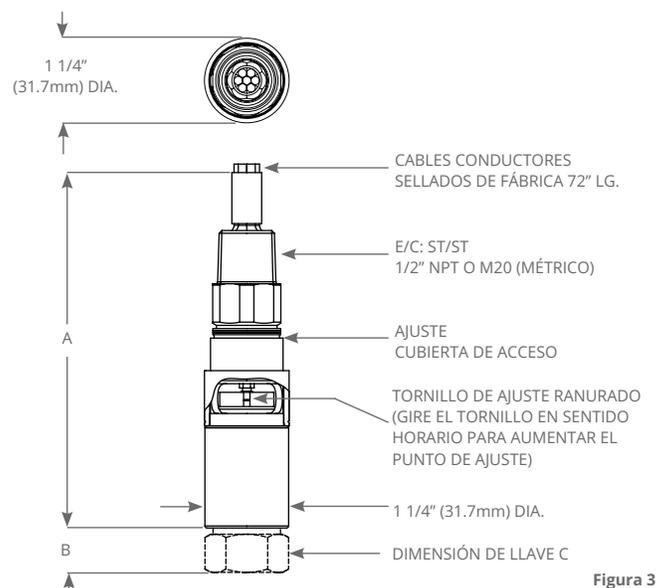

Figura 3
- 4 Inserte el destornillador en la ranura de ajuste y gírelo en sentido horario para aumentar el ajuste o en sentido antihorario para disminuir el ajuste (vea la figura 3).